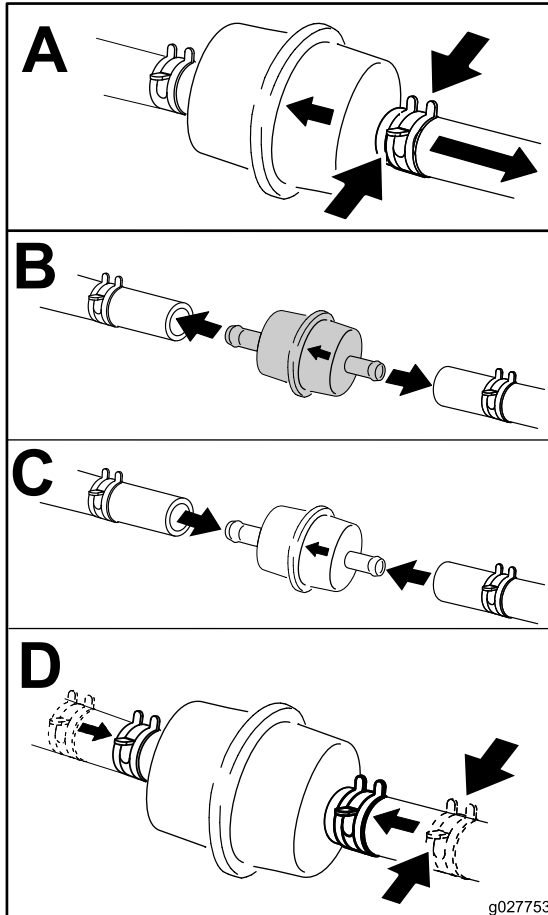

Figure 40
3. Remplacez le filtre en ligne (Figure 40).